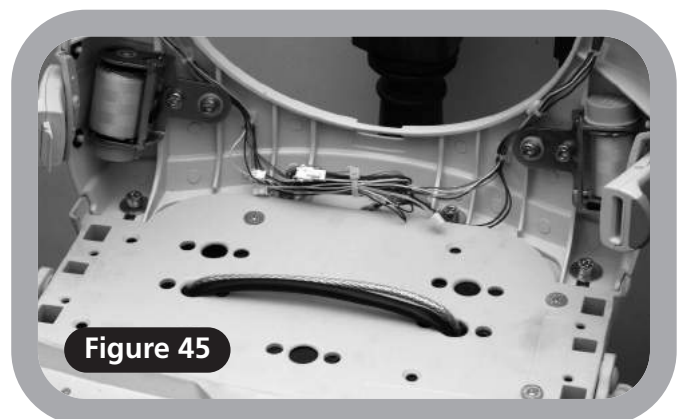

Figure 45
- 3 Rangez les câbles à l'arrière du siège (**Figure 45**).